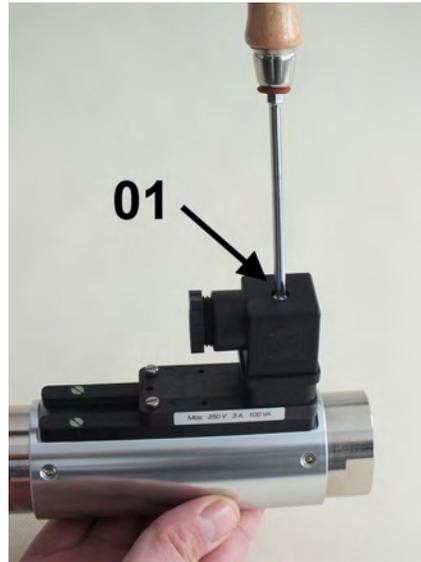

Abb. 20: Steckerdose lösen
1. ➤ Befestigungsschraube (Abb. 20/01) von der Steckerdose lösen
9. ➔ Steckerdose auf Gerätestecker stecken und Befestigungsschraube (Abb. 20/1) anziehen